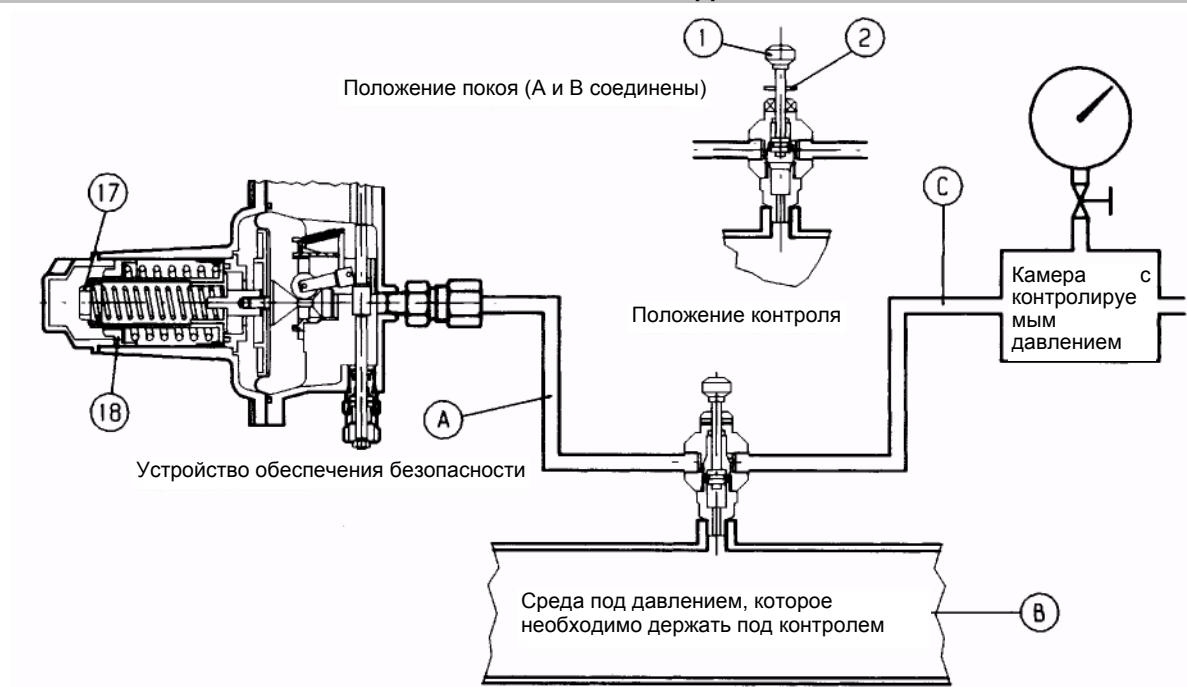

Рис. 14
- A) Для отсекающих устройств соединенных с выходным трубопроводом посредством переключающего трехходового клапана "push" 11 необходимо действовать следующим образом (рис. 14):
А) Для отсекающих устройств соединенных с выходным трубопроводом посредством переключающего трехходового клапана "push" 11 необходимо действовать следующим образом (рис. 14):